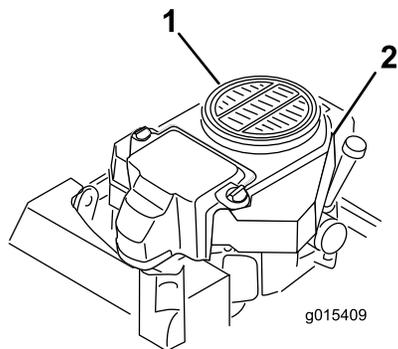

図 62
3. 吸気スクリーンとファン・ハウジングを取り外す (図 62)。
5. 吸気スクリーン、スタータ、ファン・ハウジングを取り付ける (図 62)。